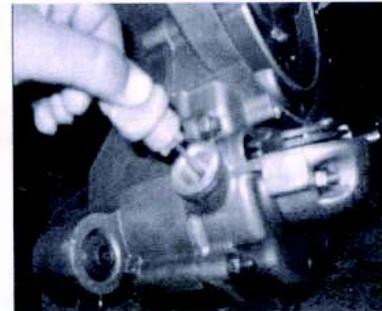

Abb. 40
3.2.1 Schrauben Sie zur Überprüfung den Ölmesstab aus dem Motorgehäuse (Abb. 40).